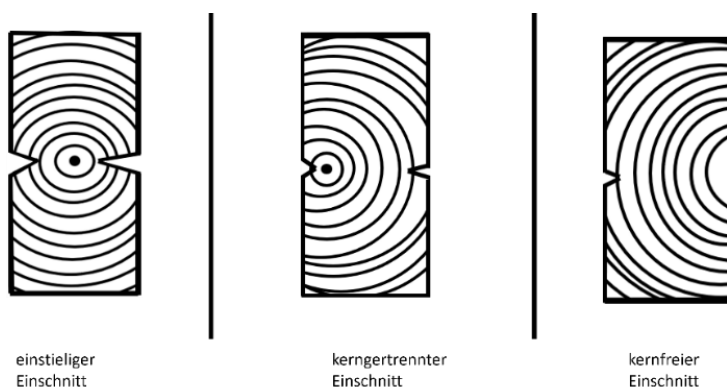

Abbildung 4: Schematische Darstellung der Vollholz-Einschnitte
- Klötze aus Pressspan oder Vollholz mit kernfreiem bzw. kerngetrenntem Einschnitt (siehe Abbildung 4)